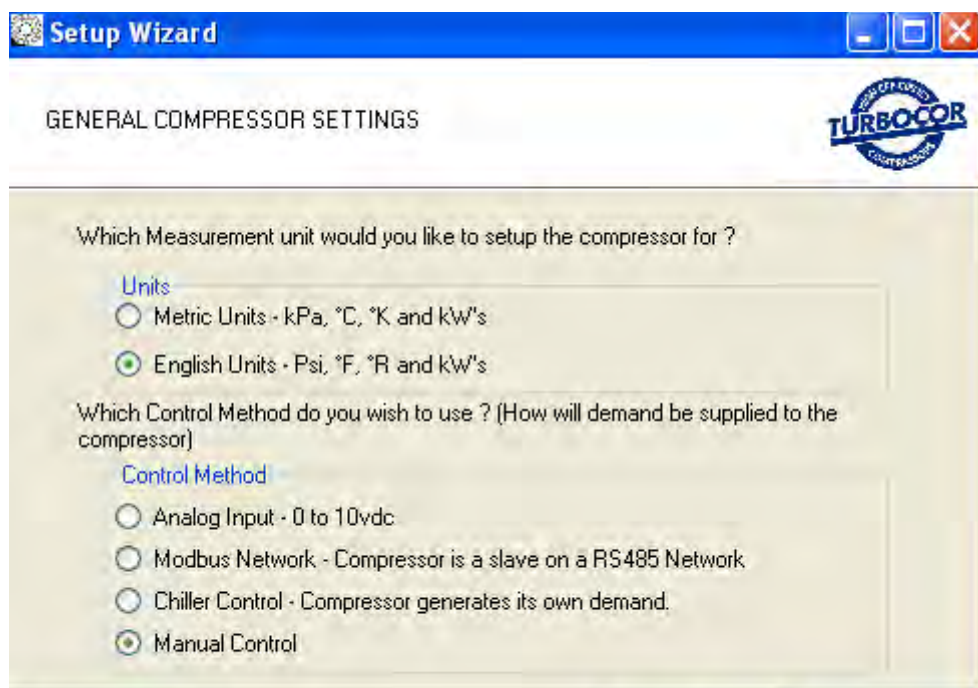

Figura 40 Impostazioni generali del compressore
3. Selezionare le **unità di misura appropriate** (sistema metrico o imperiale). Vedere Figura 40.